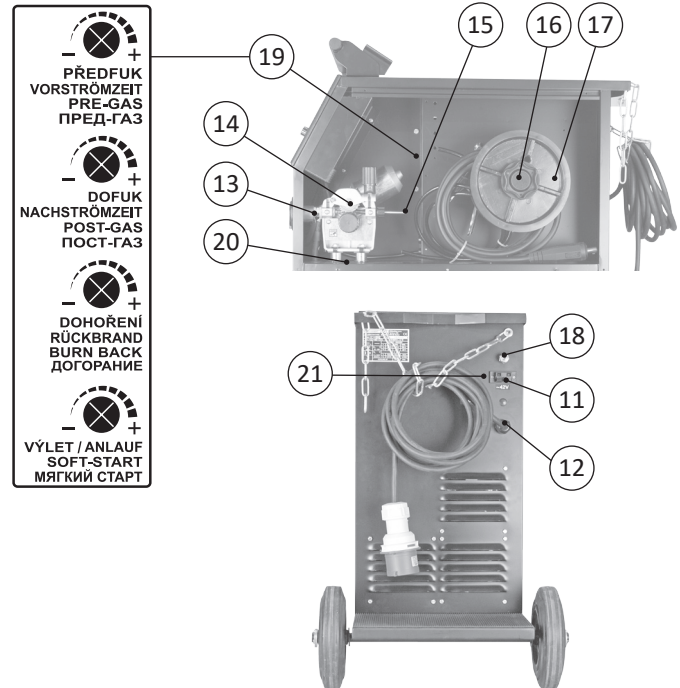

Bild 2
- Schneiden Sie das am Rand der Spule befestigte Drahtende ab und führen Sie es in den Einführungsbowden ein (Bild 2, Pos. 15), weiter über die Vorschubrolle in das Einziehröhrchen (Bild 2, Pos. 13) mindestens 10 cm weit.
- Drücken Sie die Drahtvorschubtaste - für STANDARD im Inneren der Maschine (Bild 2, Pos. 20), für PROC./SYN. auf dem Bedienfeld.